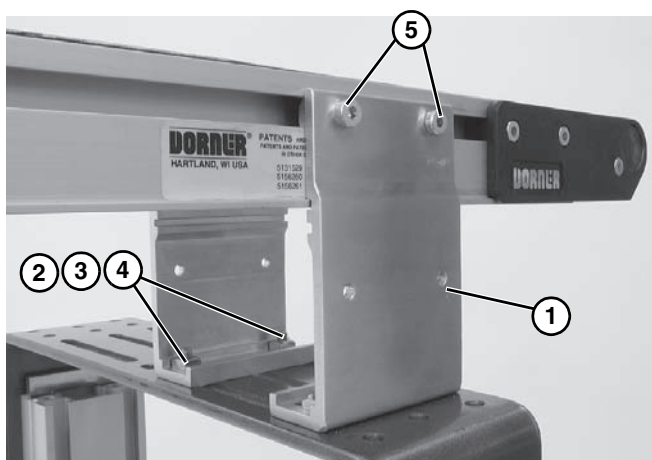

Figure 11
1. Halterungen (**Figure 11, item 1**) am Stützständer mit Befestigungsschrauben (**Figure 11, item 2**), Unterlegscheiben (**Figure 11, item 3**) und Muttern (**Figure 11, item 4**) befestigen.
2. Schrauben (**Figure 11, item 2 und 5**) mit einem Drehmoment von 7 Nm (60 in-lb) anziehen.